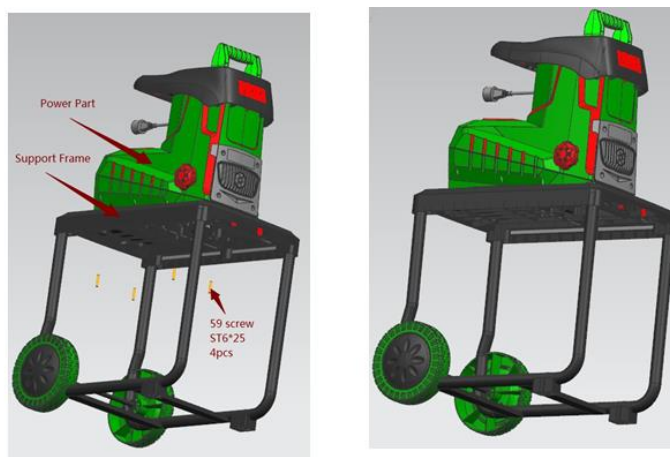

Рис. 2
- 2) Установите корпус измельчителя с двигателем на опорную раму и затяните их 4-мя болтами (№ 59: ST6*25), см. Рис. 2